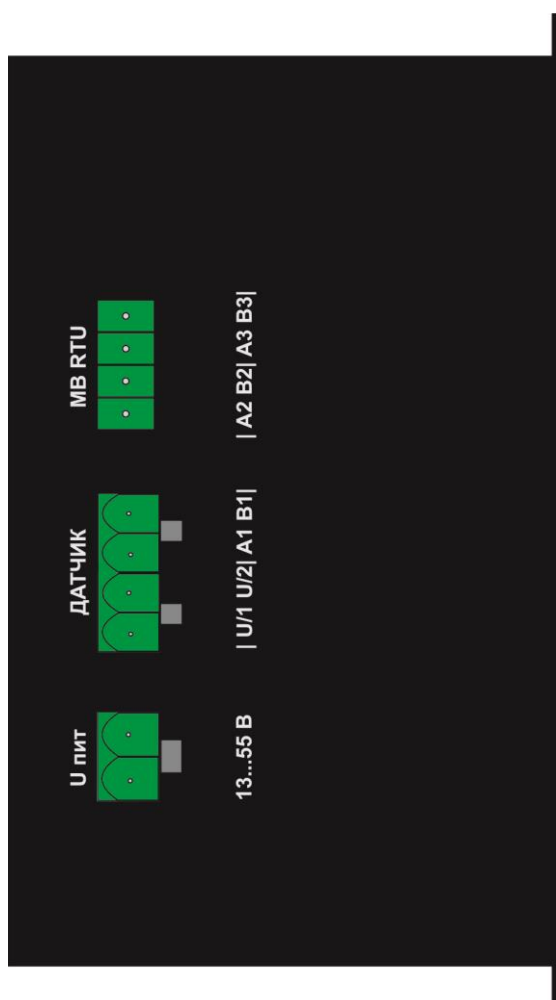

Рис.2. Расположение контактных групп для подключения питания, датчика и вывода значений по протоколу ModBUS-RTU в режиме “Slave”(А2В2) и “Master”(А3В3).
2.3. Схема подключения контроллера к уровнемеру УМФ700 (влажномер МПВ700) приведена в приложении 2. Расположение контактных групп для подключения питания, датчика и вывода значений межфазных уровней, управления и состояния оборудования средствами АСУТП “Slave” верхнего уровня по протоколу Modbus-RTU посредством интерфейса RS485 приведено на рис.2. Контакты А2В2 предназначены для режима “Slave”; контакты А3В3 – для режима “Master”.